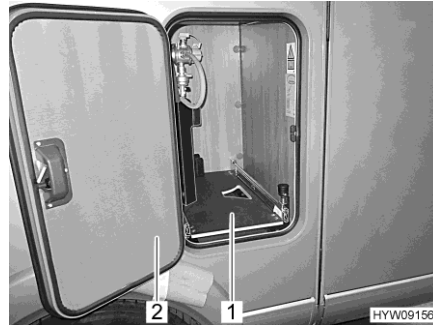

Fig. 129 Dispositivo de extracción de caja para bombonas de gas
- Abrir la trampa (Fig. 129,2) de la caja para bombonas de gas.
- Extraer el dispositivo de extracción de caja para bombonas de gas (Fig. 129,1) hasta que el pomo vuelva a engatillar. Ahora, el dispositivo de extracción de caja para bombonas de gas estará engatillado en esta posición.